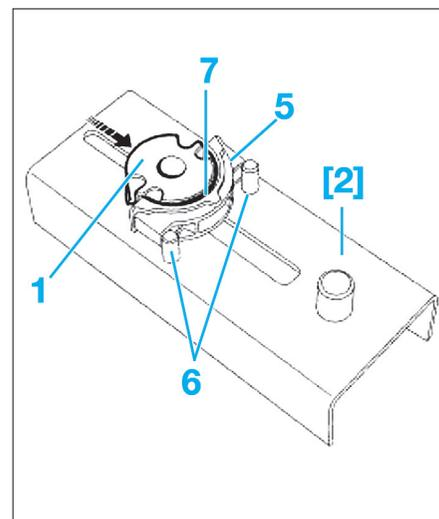

Fig. 67
- Mettre le chapeau de bielle (5) en appui sur les pions (6) de l'outil [2] (Fig.67).
- Positionner le coussinet (7) sur le support de coussinet.
- Pousser sur le support coussinet (1) (dans le sens de la flèche) jusqu'à amener le support de coussinet en butée dans le fond du chapeau de bielle.